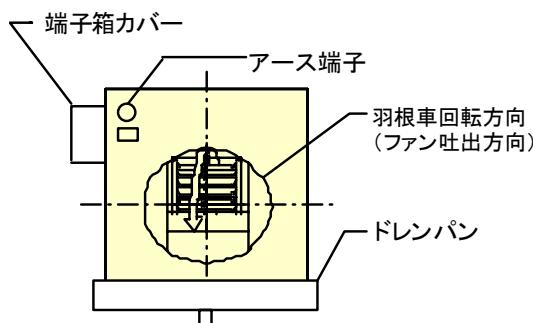

図7 アース端子位置と回転方向
回転方向は図7によります。
なお、アース端子部にはアースを示すシールがついております。必ずアース端子にアース線を接続して下さい。(図7)
- (1) ダンパを閉じ、スイッチを1、2度入り切りして内部あたりなどの異常がないことをご確認ください。また、このとき、図7に示す回転方向をご確認ください。三相機種で逆回転のときは電源のRとTを入れ替えて直してください。
- (2) 問題がなければ、徐々にダンパを開き連続運転をしてください。